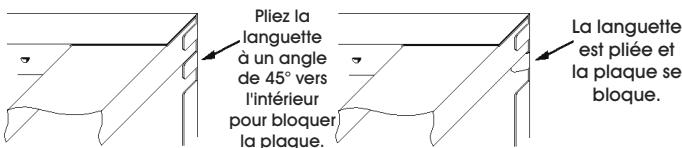

Figure 5
- À l'aide d'un tournevis à tête plate, pliez la languette située au bas du panneau latéral à un angle de 45° vers l'intérieur pour bloquer la plaque. (Voir Figure 5)